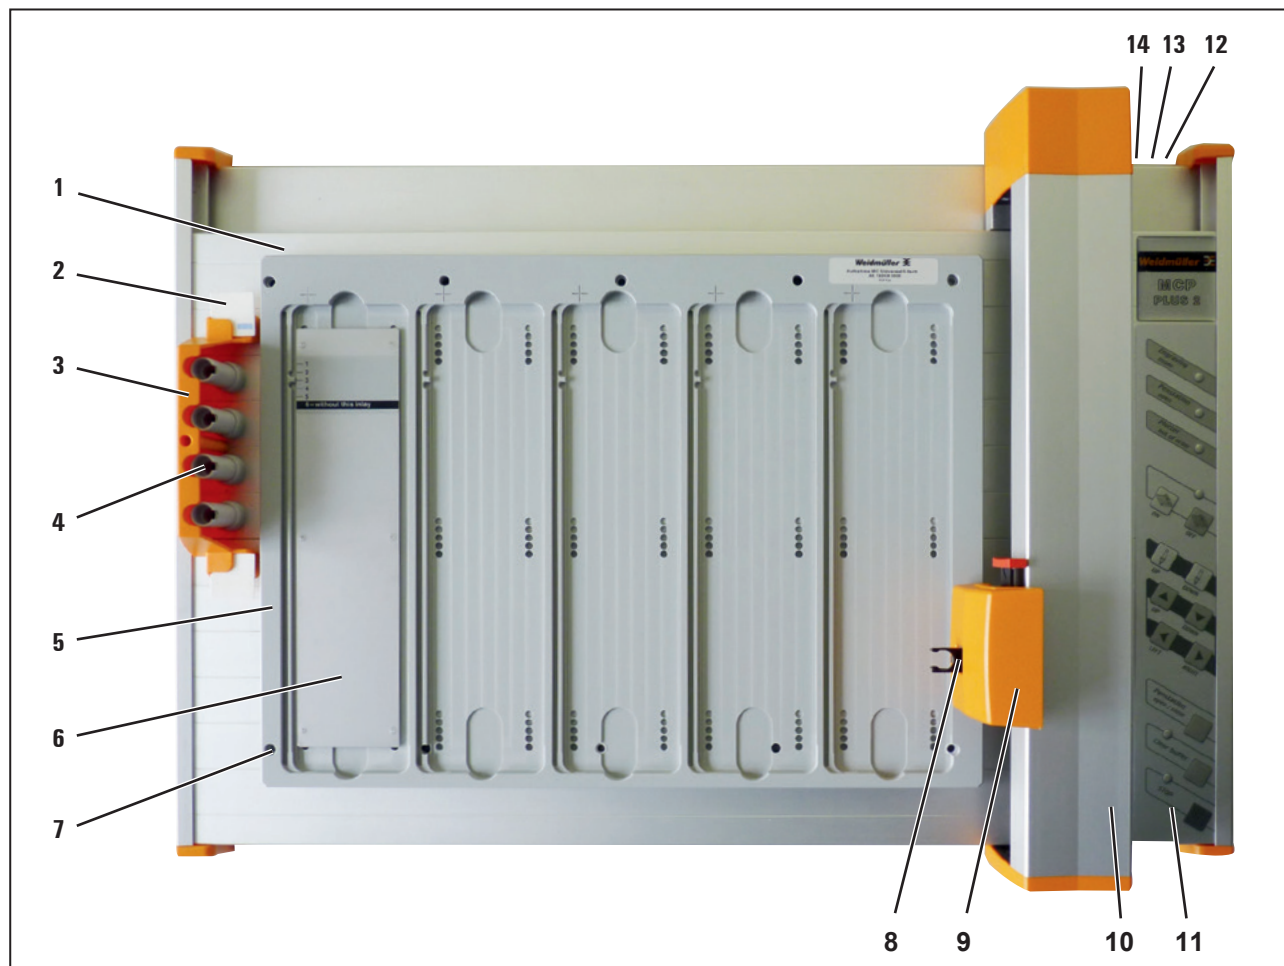

Fig. 4.1 Produktöversikt
- Anslut nätanslutningskabeln till plottern (fig. 4.1, nummer 12).
- Anslut USB-kabeln till plottern (fig. 4.1 nummer 14) och anslut den till datorn.